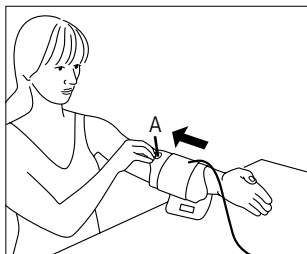

Fig. 1
- La mesure doit être effectuée sur le bras nu (sans vêtement). Dans le cas où votre brassard est complètement ouvert, introduisez l'extrémité du brassard à travers la boucle métallique, afin de créer une boucle. La fermeture auto-agrippante doit se trouver à l'extérieur. Saisissez le brassard au niveau de la languette A (voir fig. 1) et glissez-le sur le bras.